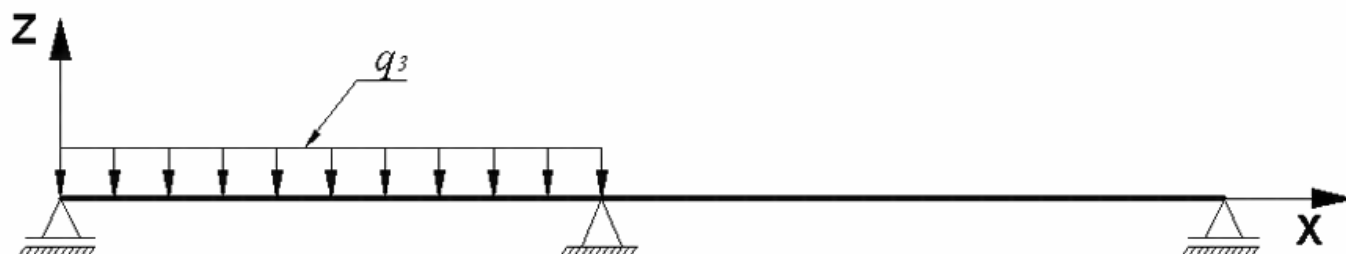

Рис. 7.5. Схема завантаження 3 балки
- завантаження 3 – рівномірно-розподілене в першому прогоні  $q_3 = 0.87$  т/м (рис. 7.5);